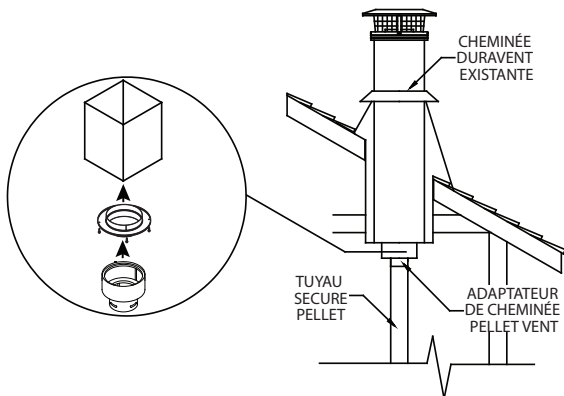

Figure 17
6. Si vous souhaitez vous raccorder à une cheminée existante fabriquée en usine de 15,2 à 20,3 cm (6 à 8 po) supportée par le toit ou par un plafond (**Figure 17**) :